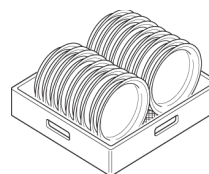

Fig.22
- 1- Ranger les assiettes en face avant. (Fig.22)